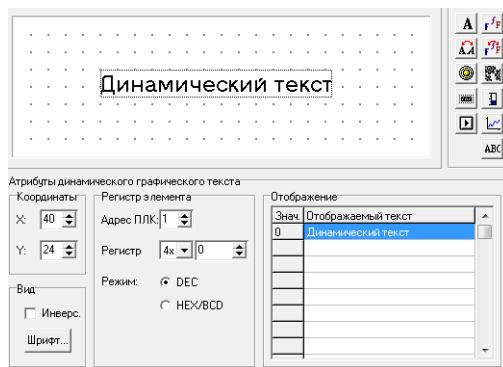

Рис. 4.7. Графический динамический текст
- Нажать кнопку  . Откроется область задания параметров изменяющихся текстов (см. рис. 4.7).